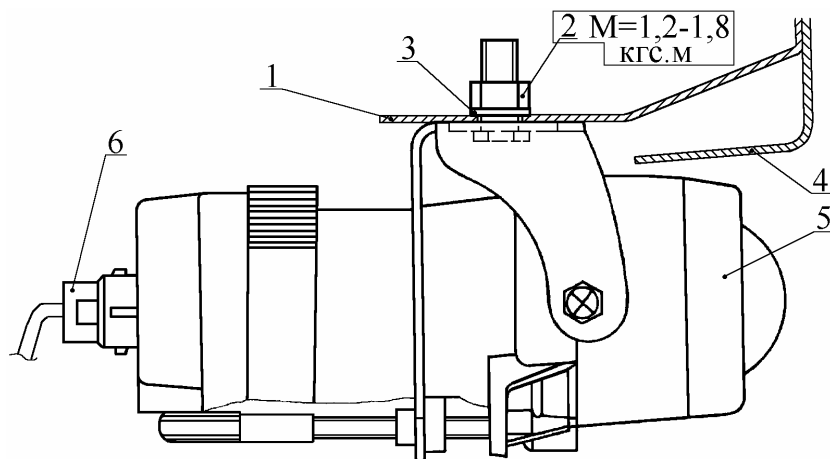

Рис. 48. Передняя противотуманная фара:
12.2. Отсоединить колодку 6 (рис.48) жгута проводов от правой противотуманной фары 5, отвинтив гайку его крепления.